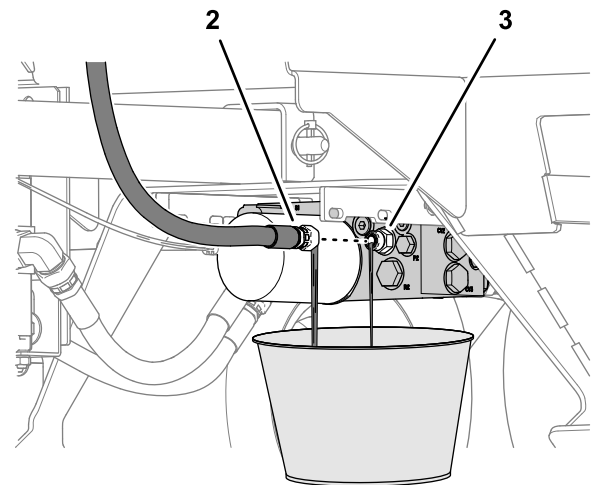

Figura 37
3. Retire la manguera de retorno del acoplamiento del distribuidor hidráulico, y deje que el fluido hidráulico se drene completamente (Figura 37).
4. Instale y apriete la manguera de retorno (Figura 37).
2. Coloque un recipiente de vaciado con capacidad de 9,5 litros debajo del distribuidor hidráulico (Figura 37).